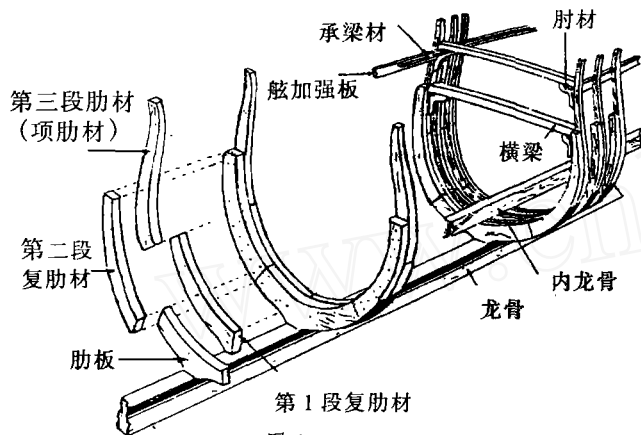

图4
14. 肋骨:在帆船舷侧和船底部分,用以支撑外板和保持船形的横向或斜向木质骨材。由于不可能将整根木材弯曲成所需肋骨线型的形状,人们只能采取根据木纹分段弯曲然后连接成一完整的肋骨,但接头处的强度显然是很低的,于是造船师们想出了将两根肋内的分段接头互相错位,再将两根肋骨并在一起,称为复合肋材,避免肋骨接头处的强度不足,并大大提高了整个肋骨的强度(图4)。